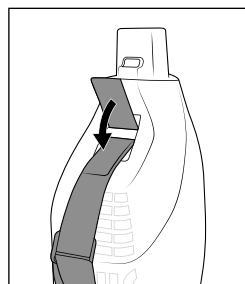

Abb. 5
- ◆ Führen Sie den Tragegurt **27** durch die Tragegurt-Befestigungen **5/11** an der Rückseite der Motoreinheit **8** und verschließen die Klettverschlüsse (siehe Abb. 5 und 6).